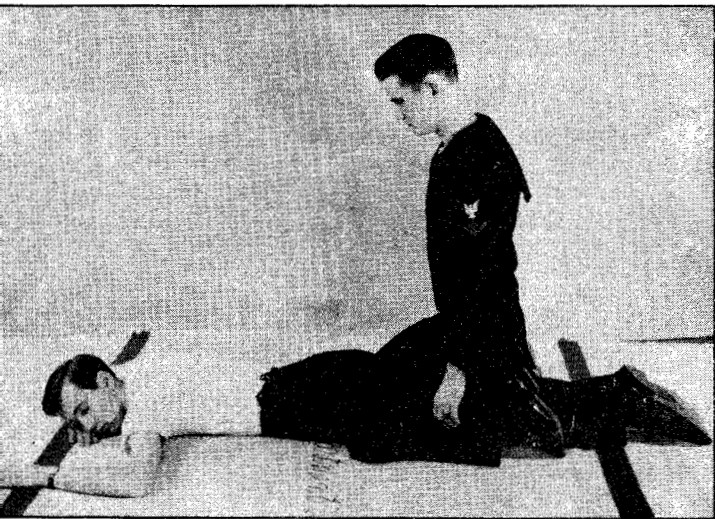

FIGURE 3
4. NOW IMMEDIATELY SWING BACKWARD, SO AS TO REMOVE THE PRESSURE COMPLETELY. (SEE FIG. 3.)